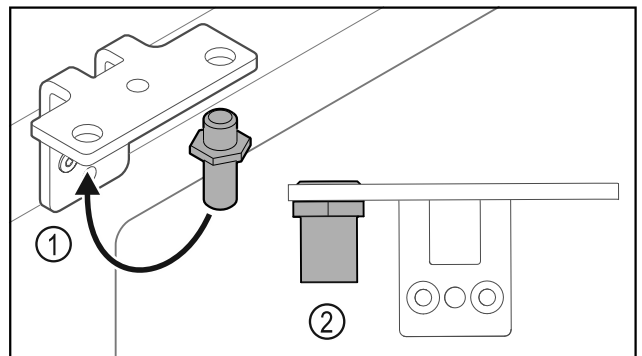

Fig. 31
- ▶ Перемістити палець Fig. 31 (1) у шарнірному кутику.
- ▶ Затягнути палець Fig. 31 (2) з **обертальним моментом 12 Нм**.